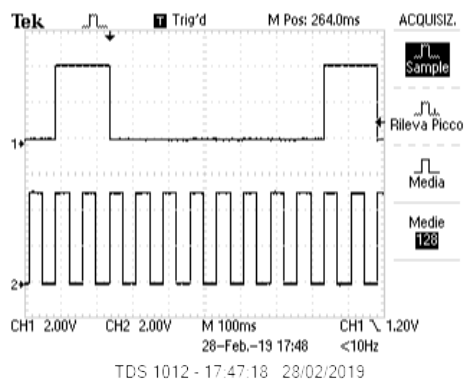

Figura 7: Contatore decimale
d. Quando il contatore arriva a 9 si ha che  $(Q_0, Q_1, Q_2, Q_3) = (1, 0, 0, 1)$ , in particolare esso è il primo numero che ha sia la porta  $Q_0$  che  $Q_3$  sono HIGH, quindi questa condizione può essere usata per resettare il contatore. Essendo di default la porta di RESET HIGH basta collegare al RESET l'uscita di un NAND che ha come ingressi  $Q_0$  e  $Q_3$ . Il segnale dell'uscita  $Q_0$  vista all'oscilloscopio è mostrato in figura 7